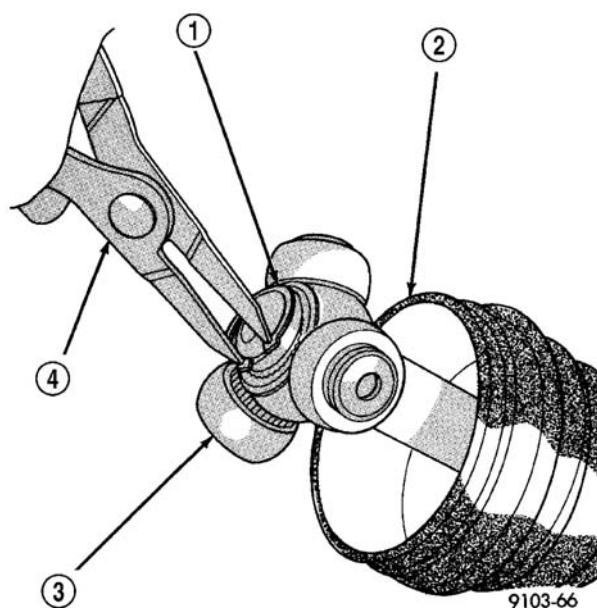

图 16 安装卡环
(5) 安装卡环, 将三销式万向节总成固定在连接轴上 (图 16)。